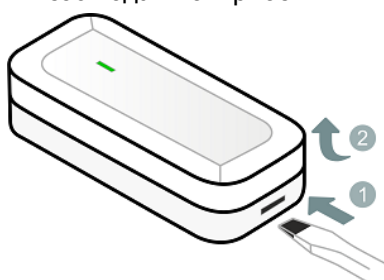
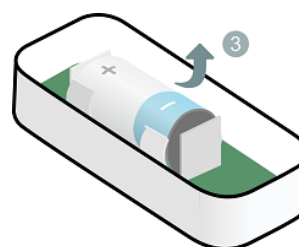
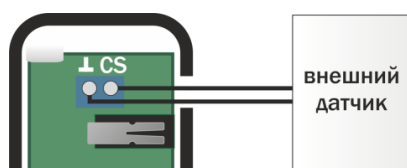

Рисунок 6.3 – Вскрытие корпуса датчика
Рисунок 6.4 – Извлечение батареи
Рисунок 8.1 – Схема подключения внешнего проводного геркона / ШС
2.2. Если датчик не в первый раз переводится в режим связывания, то вскройте корпус датчика: при помощи плоской отвертки нажмите на одну из защелок и, не отпуская защелку, потяните крышку корпуса вверх (см. рисунок 6.3). Извлеките батарею из датчика (см. рисунок 6.4). Подождите 30 секунд и установите батарею обратно, соблюдая полярность.
Для подключения геркона / ШС вскройте корпус основного элемента датчика (см. рисунок 6.3). Подключите провода к клемме, расположенной на плате датчика открытия, как показано на схеме (см. рисунок 8.1).
2. С помощью индикации на датчике. Для этого вскройте корпус датчика (см. рисунок 6.3) и дважды нажмите на кнопку тампера (8, рисунок 2.1). Посмотрите на индикатор датчика. Соответствие уровня связи и индикации представлено в таблице 9.1.
- 1) Вскройте корпус основного элемента датчика (см. рисунок 6.3) и закрепите основание корпуса в выбранном месте с помощью самонарезающих винтов.